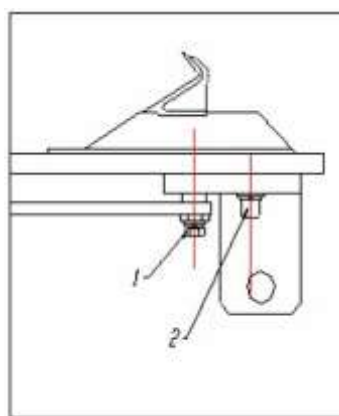

Fig. 5-2
- Régler la tension de la courroie avec la vis de réglage spéciale (1) sur le support moteur (Figure 5-2).